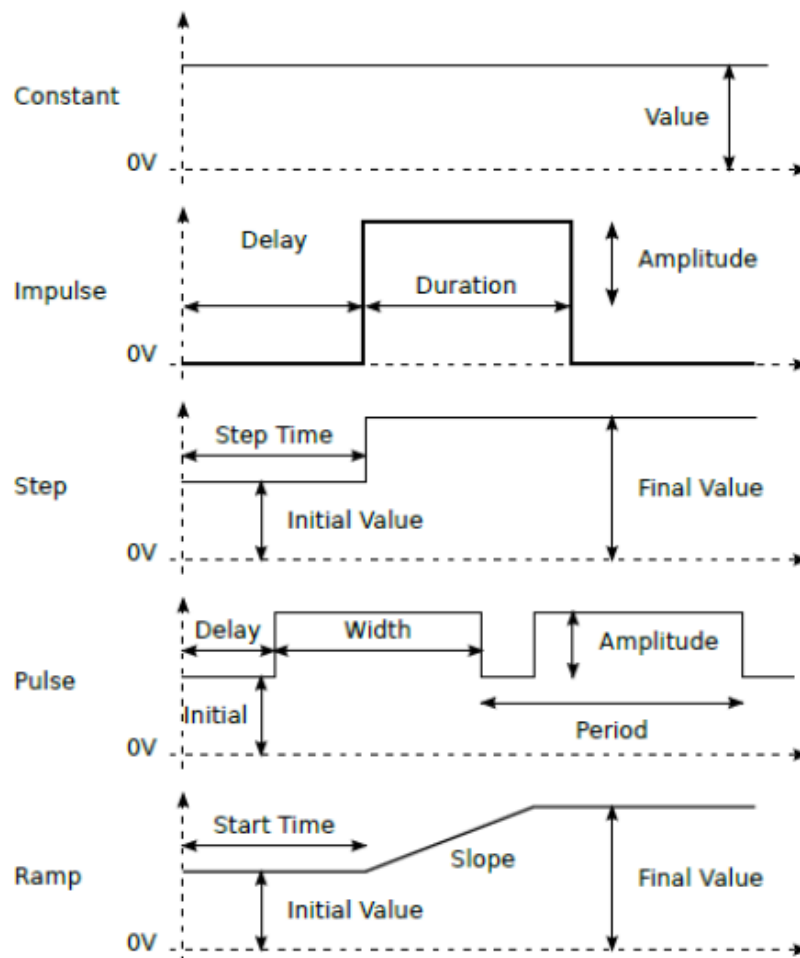

Figure 2.2 : Les signaux qui peuvent être générés automatiquement dans le logiciel
5. Réalisez l'expérience avec les valeurs indiquées au tableau 1.1 pour l'amplitude et la valeur initiale du signal de référence. Pour des informations sur les propriétés du signal d'impulsion, voir Fig. 2.2.